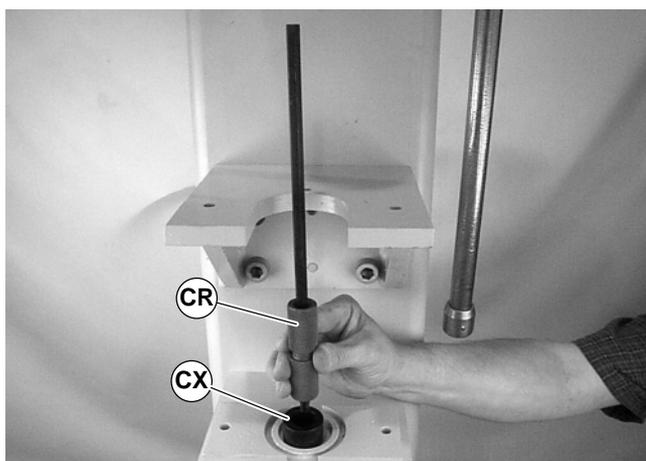

Abbildung 41
4. Den Lageramboß / das Lagerausbauwerkzeug so ausrichten (Teilnr. 25-09) (CX siehe Abbildung 41), daß die Vertiefung nach oben zeigt, dann die Antriebsrolle (CR) auf das Werkzeug legen.